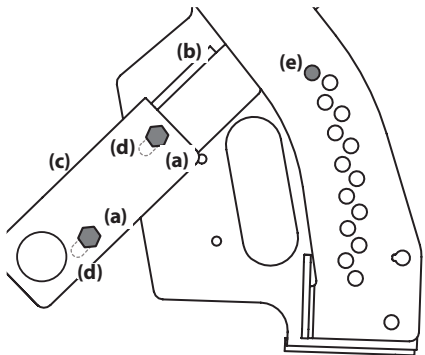

Figure 4-13
1. Desserrez les deux boulons (a) et les deux écrous autobloquants (a) qui retiennent le levier (b) au bras de relevage (c), mais ne les retirez pas. Voir Figure 4-13. Les deux trous (d) du levier permettent ce réglage.